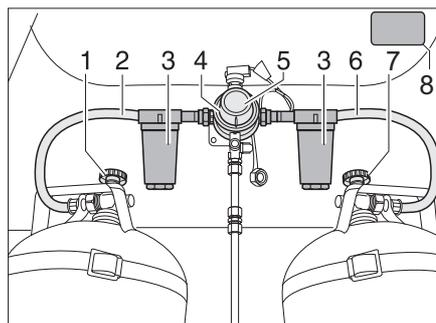
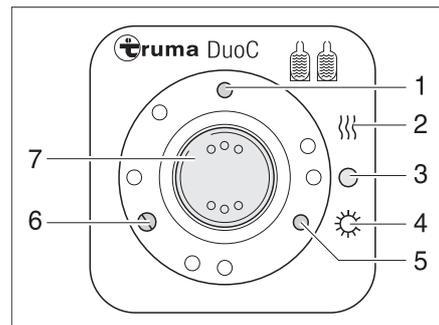

Bild 180 DuoControl-Umschaltanlage
Bild 181 Bedieneinheit
Die DuoControl-Umschaltanlage besteht aus einem Umschaltventil (Bild 180,4) und der Bedieneinheit (Bild 181). Das Umschaltventil ist zwischen den Gasschläuchen (Bild 180,2 und 6) montiert. Mit dem Drehknopf (Bild 180,5) am Umschaltventil kann bestimmt werden, welche der Gasflaschen als Betriebsflasche und welche Gasflasche als Reserveflasche verwendet wird.
Das Umschaltventil (Bild 180,4) ist mit der Regler-Enteisungsanlage EisEx ausgestattet. So werden Störungen der Gasanlage im Winter vermieden.
Vor dem Umschaltventil befinden sich auf jeder Seite ein Gasfilter (Bild 180,3), der die Gasanlage vor Verölung und Verunreinigungen schützt.
An der Bedieneinheit (Bild 181) können nur die elektrischen Funktionen geschaltet werden. Die Haupt-Absperrventile der Gasflaschen (Bild 180,1 und 7) müssen von Hand geöffnet werden.
Das Umschaltventil gewährleistet einen konstanten Gasdruck, unabhängig davon, welche Gasflasche Gas liefert. Die zwei Kontroll-Leuchten an der Bedieneinheit zeigen den Füllstand der Betriebsflasche an. Wenn die grüne Kontroll-Leuchte (Bild 181,6) leuchtet, ist die Betriebsflasche voll. Wenn die rote Kontroll-Leuchte (Bild 181,5) leuchtet, ist die Betriebsflasche leer. Die Gasversorgung erfolgt dann über die Reserveflasche.
- Die Haupt-Absperrventile an den Gasflaschen (Bild 180,1 und 6) öffnen.
- Mit dem Drehknopf (Bild 180,4) am Umschaltventil (Bild 180,3) die Gasflasche wählen, der vorrangig das Gas entnommen werden soll (Betriebsflasche). Den Drehknopf immer bis zum Anschlag drehen.
- An der Bedieneinheit (Bild 181) die DuoControl-Umschaltanlage einschalten. Dazu den Wippschalter (Bild 181,7) auf Winterbetrieb "Fernanzeige Ein und Heizen" (Bild 181,2) oder auf Sommerbetrieb "Fernanzeige Ein" (Bild 181,4) stellen. Das Umschaltventil ist jetzt entlüftet. Die gelbe Kontroll-Leuchte (Bild 181,1) leuchtet, wenn Winterbetrieb gewählt wird und die Regler-Enteisungsanlage eingeschaltet ist.
- Den Wippschalter (Bild 181,7) auf "O" (Bild 181,3) stellen. Die gelbe Kontroll-Leuchte (Bild 181,1) erlischt.
- Die Haupt-Absperrventile an den Gasflaschen (Bild 180,1 und 6) schließen.
Die Kontroll-Leuchten an der Bedieneinheit (Bild 181,5 und 6) signalisieren im Fahrzeuginneren, ob die Betriebsflasche betriebsbereit ist.
Wenn die grüne Kontroll-Leuchte (Bild 181,6) während des Betriebs erlischt und die rote Kontroll-Leuchte (Bild 181,5) aufleuchtet, ist die als Betriebsflasche gewählte Gasflasche leer und muss gewechselt werden. Die Reserveflasche versorgt die Gasverbraucher weiterhin mit Gas.